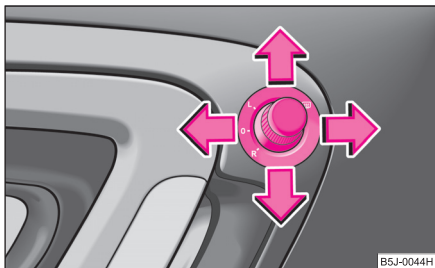

Fig. 48 Interiorul ușii: Buton rotativ
- Aduceți butonul rotativ în poziția  ⇒ fig. 48.